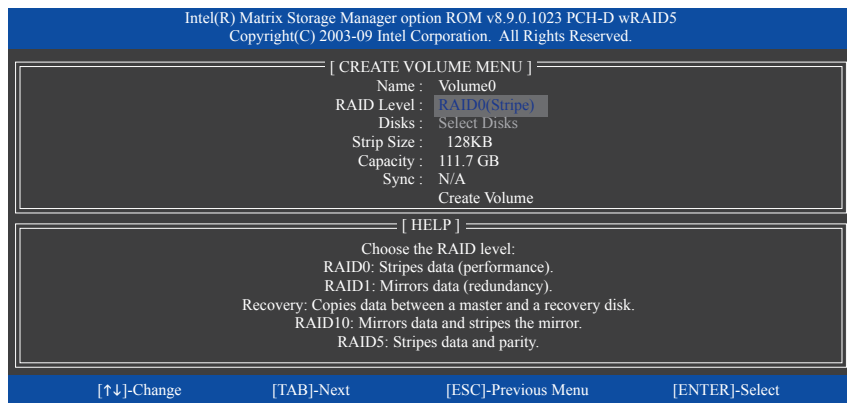

図 4
**CREATE VOLUME MENU** スクリーンに入った後、**Name** アイテムの下で 1~16 文字 (文字に特殊文字を含めることはできません) のボリューム名を入力し、<Enter> を押します。次に、RAID レベルを選択します (図 4)。サポートされる RAID レベルには RAID 0、RAID 1、Recovery (リカバリ)、RAID 10、RAID 5 が含まれます (使用可能な選択は、取り付けられているハードドライブの数によって異なります)。<Enter> を押して続行します。